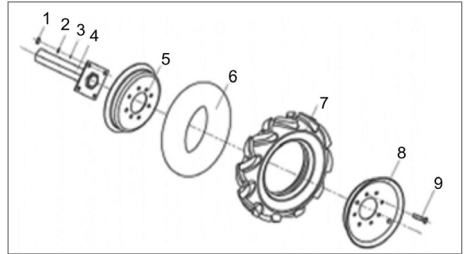

Рис. 4 Установка колеса на мотоблок
1. Установите оси колес на диски с помощью крепежа (Рис. 4)